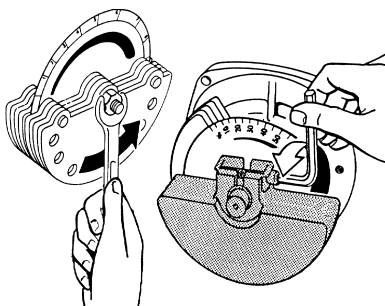

Fig.30
- Die Schraube oder Mutter zur Befestigung der beweglichen Unwuchtmasselossschrauben (Abb. 30). Die einstellbaren Fluchtmassen, die sich an den beiden Enden der Welle befinden, müssen so eingestellt werden, daß man auf der Referenzskala mit Prozentangaben für beide den gleichen Wert abliest.
- Für die Serie ITV-VM erfolgt die Einstellung der Massen automatisch, indem man die Drehrichtung der Massen umkehrt, wie auf den Schildern gezeigt ist, die auf den Massen befestigt sind (Abb. 30 bis).
- Svitare la vite o il dado di serraggio della massa mobile (Fig. 30). Le masse regolabili poste alle due estremità dell'albero devono essere posizionate in modo da leggere lo stesso valore sulla scala percentuale di riferimento.
- Per la serie ITV-VM la regolazione delle masse avviene automaticamente invertendo il senso di rotazione come indicato dalle targhette fissate sulle masse stesse. (Fig. 30 bis).
- Slacken the screw or nut of the moving weight (Fig. 30). The adjustable weights at the two ends of the shaft must be positioned so that the percentage reference scale indicates the same value.
- The weights are automatically regulated in series ITV-VM by reversing their rotation direction as indicated on the relative stickers (Fig. 30 bis).
- Dévisser la vis ou l'écrou de serrage de la masse mobile (Fig. 30). Les masses réglables, placées aux deux extrémités de l'arbre doivent être positionnées de manière à lire la même valeur sur l'échelle de référence en pourcentage.
- Le réglage des masses sur la série ITV-VM a lieu automatiquement en inversant le sens de rotation, comme il est indiqué sur les plaques fixées sur les masses (Fig. 30 bis).
- Desenroscar el tornillo o la tuerca de ajuste de la masa móvil (Fig. 30). Las masas regulables presentes en las dos extremidades del eje deben estar posicionadas en modo tal de leer el mismo valor en la escala porcentual de referencia.
- Para la serie ITV-VM la regulación de las masas se produce automáticamente, invirtiendo en las masas el sentido de rotación, como se indica en las placas fijadas sobre las mismas. (Fig. 30 bis).